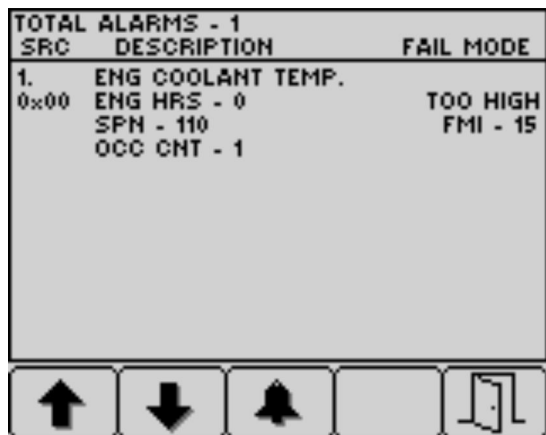

図 80
4. ボタン5を押すと不具合表示を出てホーム画面に戻る。図 80
5. ボタン5を押すと不具合表示を出てホーム画面に戻る 図 80 エンジン関係のアドバイス \(ページ 42\) を参照。